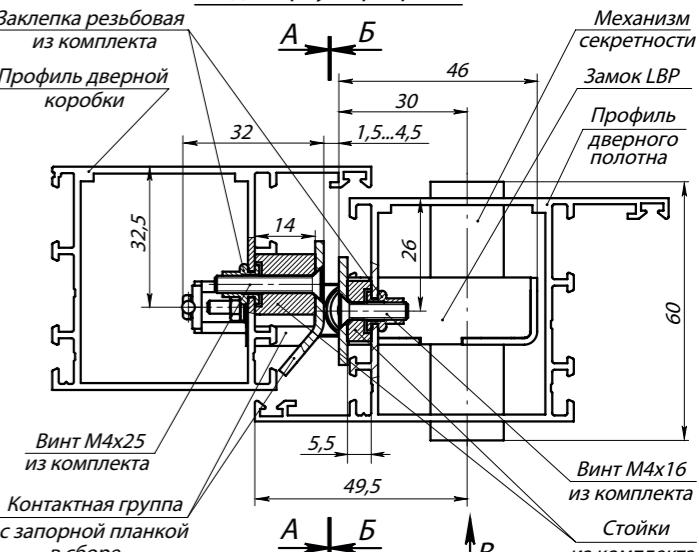

Рис. 3. Замок с контактной группой PERCo-BP2 в сборе (виды А, Б и В изображены на установочных шаблонах)
- профили дверного полотна AGS68\_6863, AGS50\_5213 и профили дверной коробки: AGS68\_6864, AGS50\_5215 (ООО «Агрисовгаз»), или аналогичные им по своему сечению (см. рис. 3).
3. Для замка с запорной планкой PERCo-BP1. Установите замок (1) в заранее подготовленный паз в профиле дверного полотна и закрепите его двумя винтами M4x16 (5) из комплекта поставки (см. рис. 3).
4. Для замка с запорной планкой PERCo-BP2. Установите замок (1) в заранее подготовленный паз в профиле дверного полотна. Подложите под точки крепления замка стойки из комплекта поставки, после чего закрепите замок винтами M4x16 (5) (см. рис. 3).